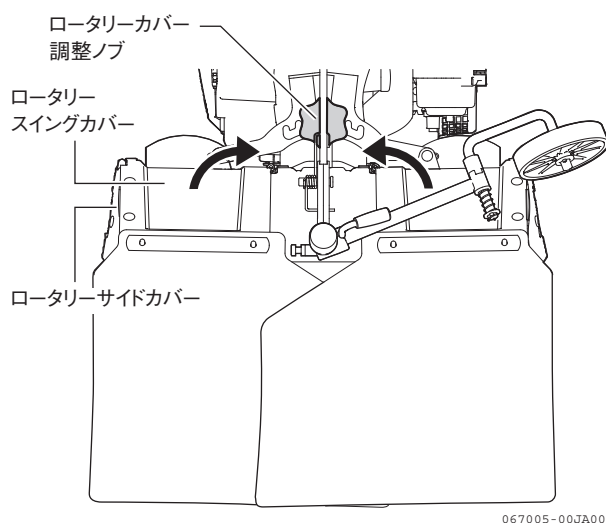

図 3-9
1. ロータリー中央部のロータリーカバー調節ノブをゆるめます。(図 3-9)